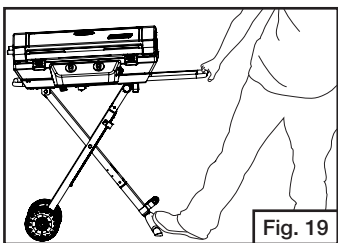
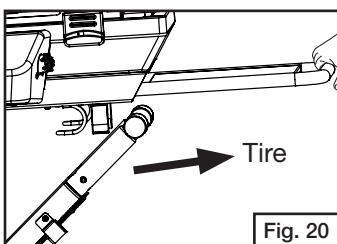
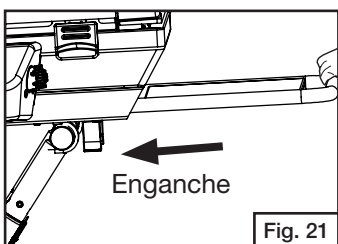

Fig. 19
Fig. 20
Fig. 21
- Baje la parrilla y deslícela hacia atrás hasta que las extensiones de las patas se aseguren en los soportes en la parte inferior del estante de la parrilla. (Fig. 19, Fig. 20 y Fig. 21)